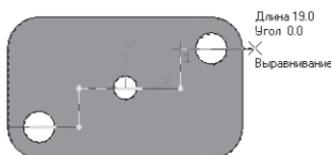

Рис. 248
- с помощью – непрерывного ввода объекта – **Ортогонального черчения**, и – глобальной привязки **Выравнивание** постройте эскиз в виде ступеньки (рис. 248);